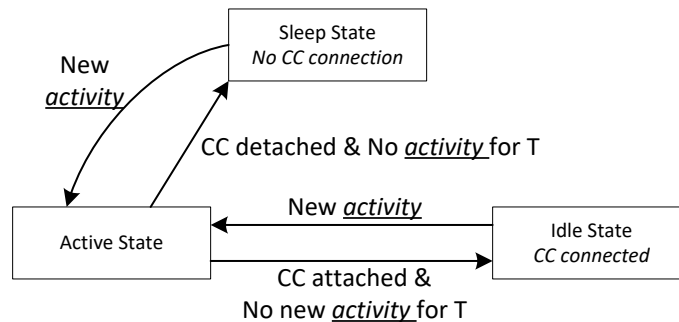

図 8-26. 電源状態のフロー ダイアグラム
TPS25730A は、次の 3 つの電源状態で動作できます。アクティブ、アイドル、またはスリープ。最新のスタンバイモードは、アイドル モードの特殊なケースです。表 8-10 に、各状態で使用できる機能の概要を示します。このデバイスは、アクティブで必要とされる回路に基づいて、3 つの電源状態間を自動的に遷移します。図 8-26 を参照してください。スリープ状態では、TPS25730A は Type-C 接続を検出します。アクティブ モードからアイドル モードに移行するには、以下のアクティビティがない期間 (T) が必要です。